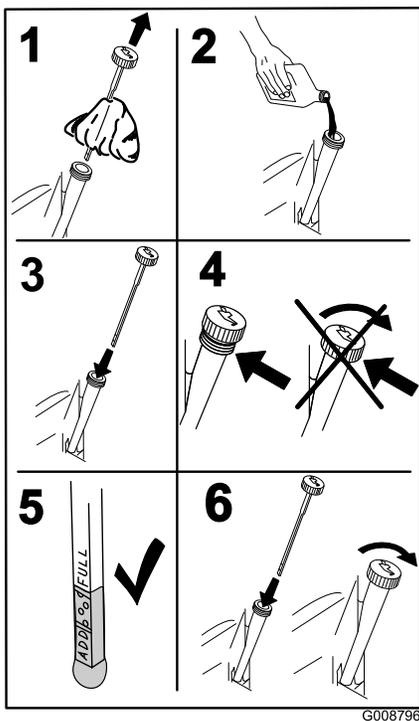

Figure 52
4. Versez lentement environ 80% de l'huile spécifiée dans le tube de remplissage puis faites l'appoint lentement jusqu'à ce que le niveau atteigne le repère du plein (**Full**) (Figure 52).